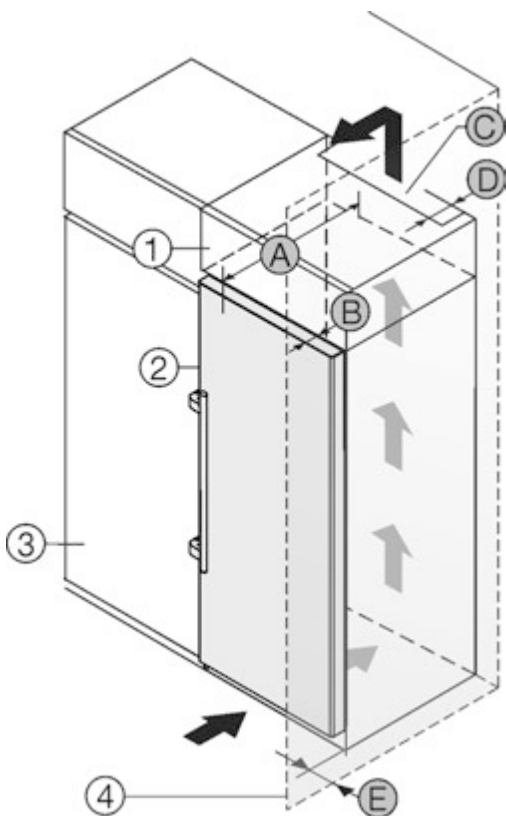

Fig. 2
Ви можете встановити пристрій безпосередньо поряд із кухонною шафою Fig. 2 (3).\*
Зі зворотного боку шафи для встановлення на пристрої слід передбачити вентиляційну шафу завглибшки Fig. 2 (D) на всю ширину цієї шафи.\*
Слід дотримуватись вентиляційного отвору Fig. 2 (C) в стелі приміщення.\*
Якщо пристрій із шарнірами встановлюється поряд зі стіною Fig. 2 (4), відстань між пристроєм та стіною повинна бути не менше 57 мм. Це відповідає необхідній відстані для ручки після відкривання дверцят.\*
Щоб мати можливість повністю відкривати дверцята, потрібно, щоб пристрій виступав на відстань глибини дверцят Fig. 2 (B) відносно передньої панелі кухонної шафи. Залежно від глибини кухонних шаф Fig. 2 (3) та використання пристінних розпірок пристрій може ще більше виступати вперед.\*